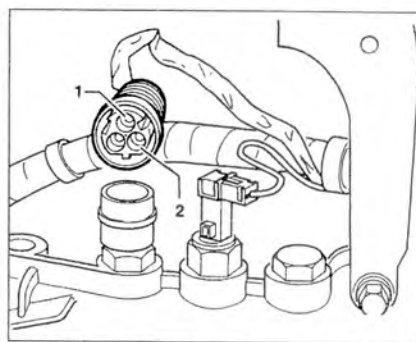

Рис. 2.80. Проверьте провода между тестером и 3-контактным разъемом на разрыв цепи, используя электросхему.
11. Проверьте провода между тестером и 3-контактным разъемом на разрыв цепи, используя электросхему (рис. 2.80): контакт 2 и гнездо 7 (синее), контакт 1 и гнездо 9 (синее).